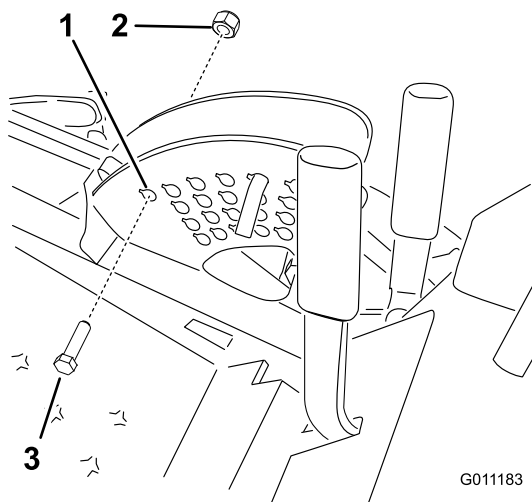

Figure 30
3. Abaissez le plateau de coupe et montez un boulon (1/2 x 2-1/2 po) et un écrou (1/2 po) dans le trou de hauteur de coupe de 152 mm (Figure 30). Cela évitera d'endommager la double poulie en relevant le plateau de coupe.